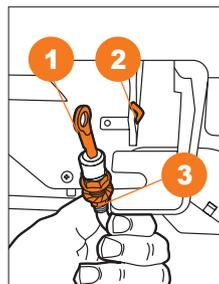

Рис. 12.2
- Прикрепите трос ① регулировки выброса снега к рычагу ② и зашплинтуйте его. Закрепите трос, закрутив гайку ③ (Рис. 12.2).